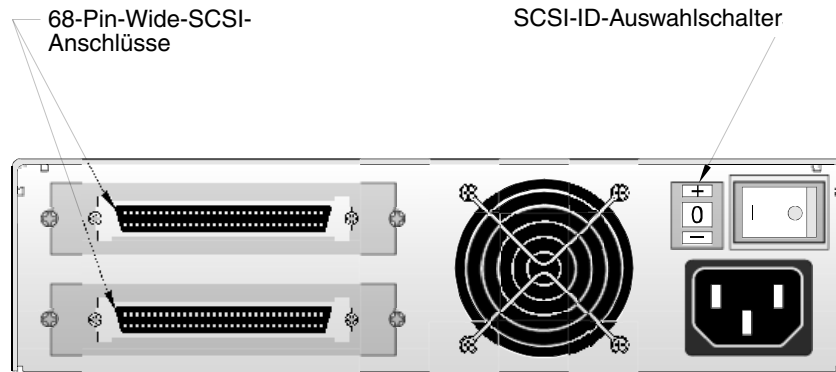

ABBILDUNG 11. Rückseite des externen Bandlaufwerks
Jedes SCSI-Gerät auf dem Bus muss eine eindeutige ID besitzen. Ihr externes Bandlaufwerk wird mit einer Standard-SCSI-ID von 6 geliefert. Wenn ein anderes SCSI-Gerät in der SCSI-Kette diese ID bereits verwendet, benutzen Sie den SCSI-ID-Selector-Switch (Auswahlschalter) auf der Rückseite des Laufwerkes, um die SCSI-ID des Laufwerkes zu ändern (siehe Abbildung 11 auf Seite 38).
Die externen Bandlaufwerke besitzen zwei abgeschirmte 68-Pin-Anschlüsse auf der Rückseite (siehe Abbildung 11 auf Seite 38). Sie können beide Anschlüsse verwenden, um das Laufwerk an einen Host-Computer oder an ein anderes SCSI-Gerät anzuschließen.
2. Verwenden Sie das SCSI-Kabel, um den SCSI-Host-Adapter oder ein anderes nicht-terminiertes SCSI-Gerät, mit einem der beiden 68-Pin-SCSI-Anschlüsse auf der Rückseite des externen Bandlaufwerkes zu verbinden (siehe Abbildung 11 auf Seite 38).
3. Schließen Sie das SCSI-Kabel mit dem Adapter an einen der beiden 68-Pin-SCSI-Anschlüsse auf der Rückseite des externen Bandlaufwerkes an (siehe Abbildung 11 auf Seite 38).
1. Schließen Sie ein Netzkabel an den Netzstromanschluss auf der Rückseite des externen Bandlaufwerkes an (siehe Abbildung 11 auf Seite 38).
2. Verwenden Sie den On/Off-Schalter auf der Rückseite des externen Bandlaufwerkes um das Laufwerk einzuschalten (siehe Abbildung 11 auf Seite 38). Das externe Bandlaufwerk führt seinen Einschalt-Selbsttest ungefähr 5 Sekunden lang durch. Wenn das Laufwerk den Test besteht, sollten alle drei Frontblenden-LEDs AUS sein.